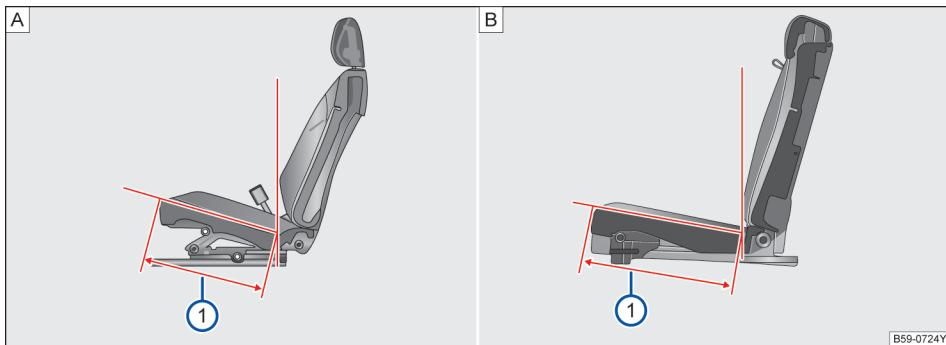

图 89 座椅坐垫深
=478mm→图 89 [A] ①。
=475mm→图 89 [B] ①。